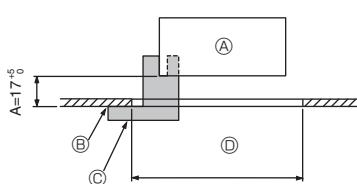

Fig. 9-2
9.2. Förberedelser för fäste av grillen (Fig. 9-2)
- Använd tolken ② som medföljer satsen för att justera och kontrollera placeringen av huvudenheten i förhållande till takytan. Om huvudenheten inte är korrekt placerad i förhållande till takytan kan luftlökage uppstå eller kondens samlas.